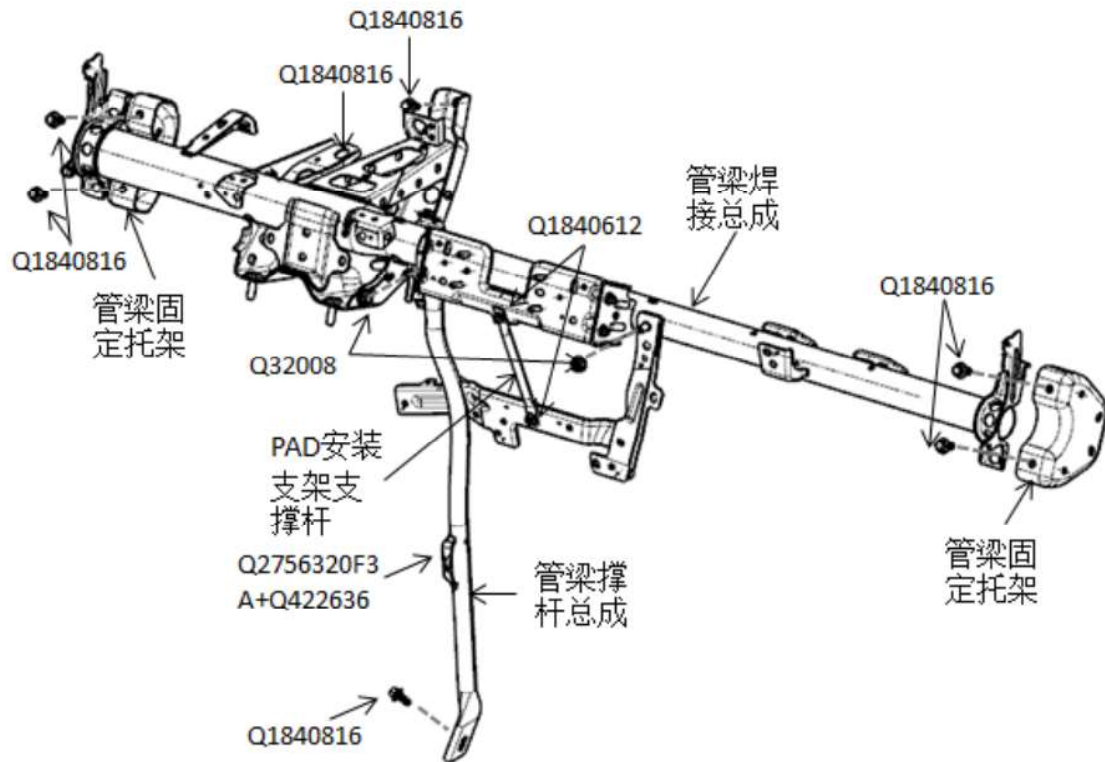

图 1-33 管梁总成安装结构示意图
(1) 管梁总成的拆卸顺序为: 先拆除管梁主管焊接组件, 然后再拆卸管梁固定托架组件。
(2) 管梁焊接总成拆装 (图 1-33) 拆卸管梁焊接总成前需确认仪表板下本体已拆除, 然后用 10 号套筒将四个与管梁固定托架组件紧固、一个与前围钣金支架紧固、一个与中央地毯钣金紧固的编号为 Q1840816 六角法兰面螺栓、一个紧固三踏板的编号为 Q1400816 螺栓松开取出、一个紧固空调箱体编号为 Q2756320F3A+Q42263 十字槽凹穴六角头自攻螺钉和大垫圈组合件松开取出。断开转向管柱万向节与转向助力